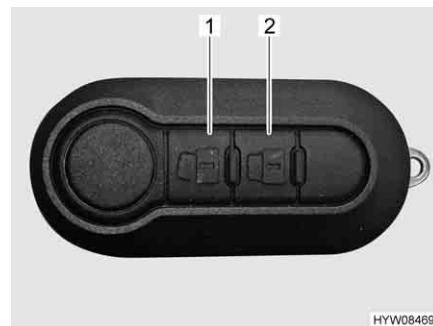

Bild 52 Fjärrstyrning centrallås
- Tryck en gång kort på knapp  (Bild 52,1). Dörlåsen är upplåsta.
- Tryck en gång kort på knapp  (Bild 52,2). Dörlåsen är låsta.